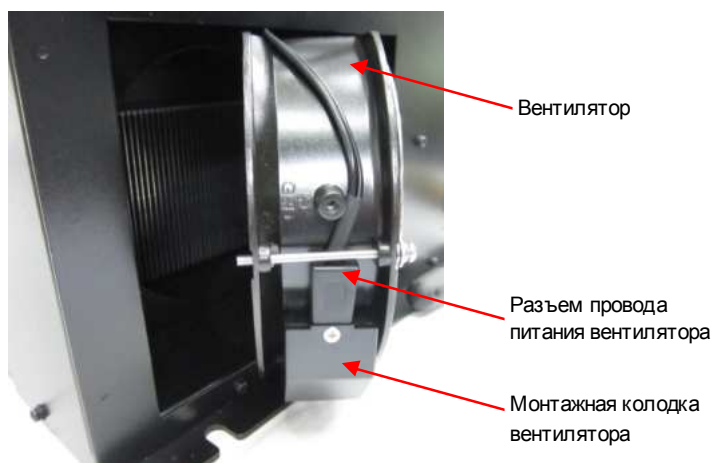

Рис. 7.3. Установка вентилятора охлаждения радиатора.
7.4.2. Вставить разъем провода питания в ответную часть на монтажной колодке вентилятора (рис. 7.3).